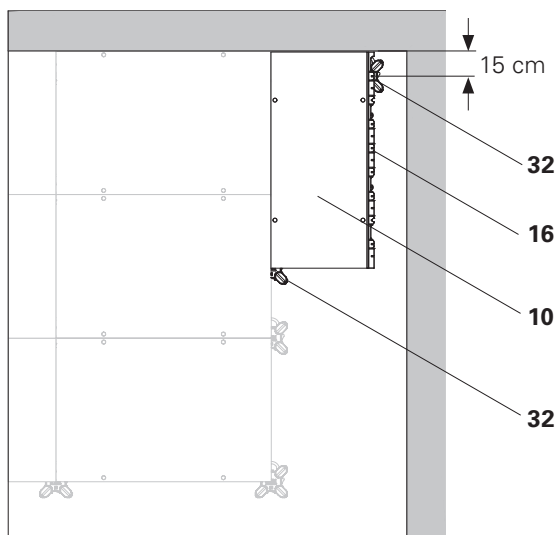

Fig. D3.02a
3. De l'intérieur, appliquer de biais l'étau de dalle DFH (32) au bord du panneau et le placer d'aplomb vers l'extérieur. Distance par rapport au voile 15 cm. (Fig. D3.02a)